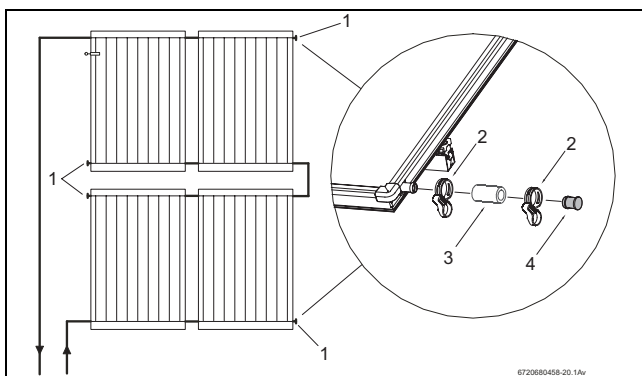

Bild 57 Vormontierte Blindstopfen montieren
Die nicht benötigten Kollektoranschlüsse mit den Blindstopfen verschließen (Bild 57, [1]).
- Solarschläuche 55 mm (Bild 57, [3]) mit dem vormontierten Blindstopfen auf die beiden freien Anschlüsse stecken.